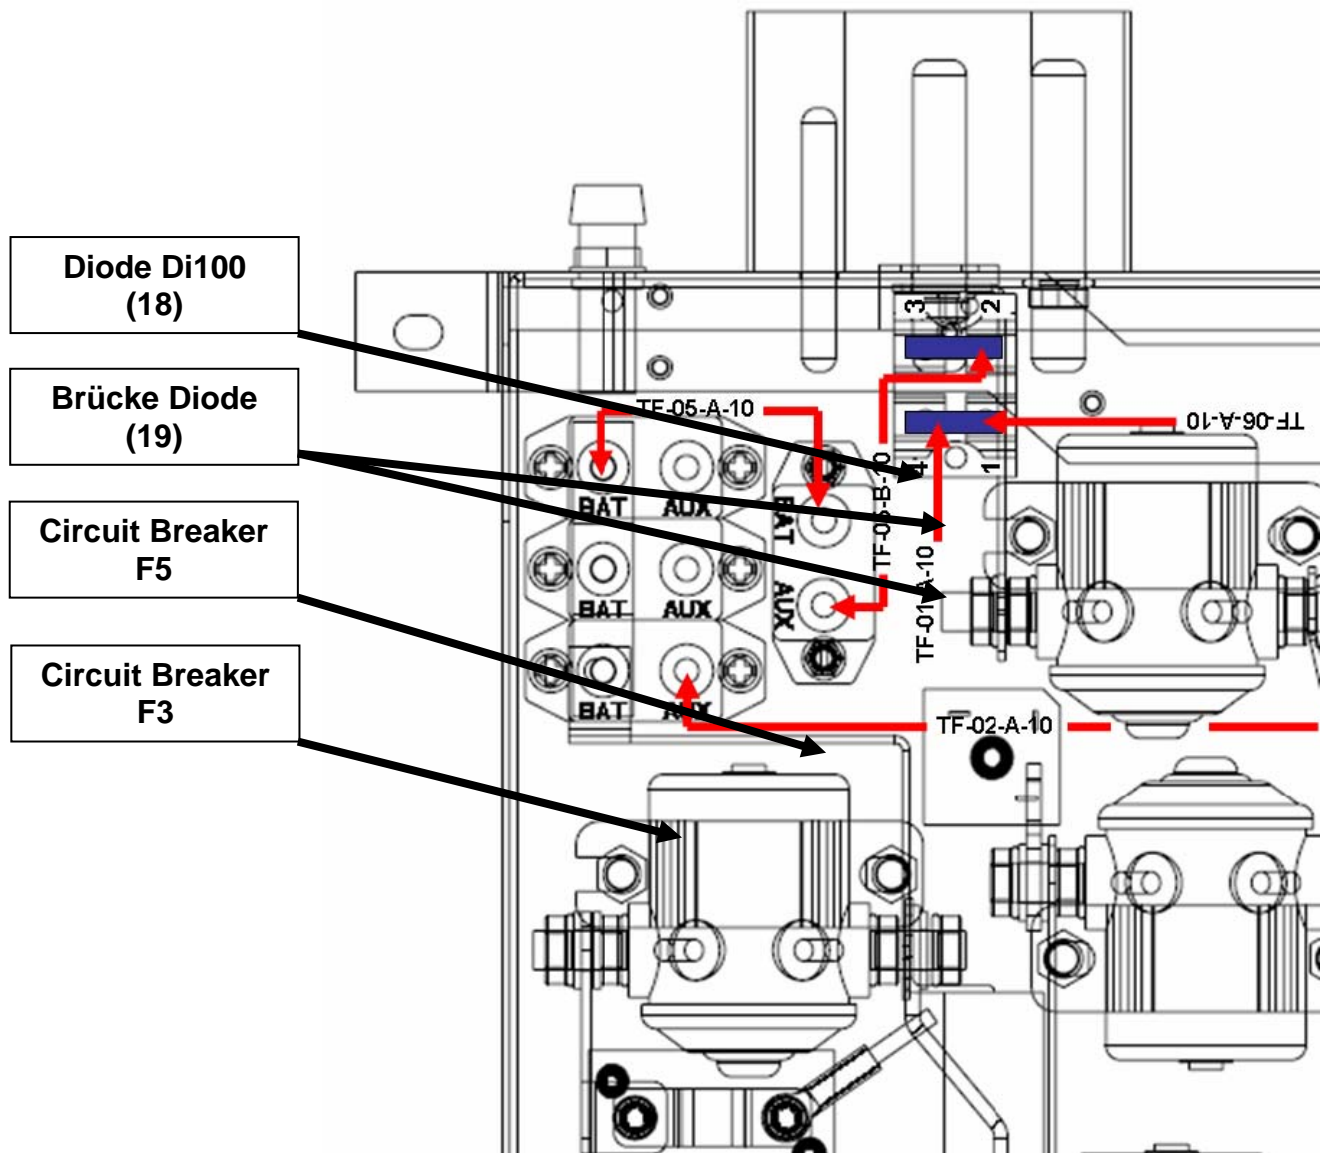

Bild 4 Power Junction Box (mit internen GPC), modifiziert
6. Modifizierung der Power Junction Box mit internen Glühsteuergerät GPC, Cessna 172 R,S (Siehe Bild 4)
- Neue Diode (18) unter dem External Power Stecker installieren.
- Diode mit zwei Schrauben (32), zwei Scheiben (9) und zwei Muttern (10) befestigen.
■ ACHTUNG: Scheiben (9) unter den Muttern (10) anbringen!
- Leitung TF-02-A-10 (29) FADEC „B“ auf F3 (J-Box) und Circuit Breaker FADEC „B“ (Cockpit) anschließen.